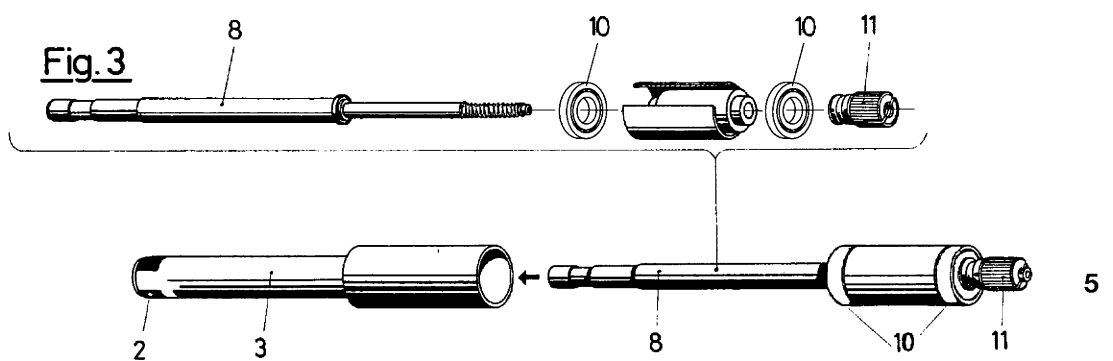

Fig. 3
Sind beim Ölwechsel durch Unachtsamkeit die Kugellager verschmutzt worden, müssen diese demontiert (siehe Fig. 3) und in reinem Benzin gesäubert werden (keine anderen Reinigungsmittel verwenden).
Sollen nach längerer Benutzung des Meßflügels die Kugellager ausgetauscht werden, ist dies ebenfalls nach Fig. 3 vorzunehmen. Danach Mutter (11) richtig aufsetzen und fest anziehen. Zu diesem Zweck Stahlachse (8) am besten nach Fig. 3 im Flügelkörper (1) festhalten. Nach dem Zusammenbau sind die Kugellager von dem anhaftenden Schutzfett mit reinem Benzin zu säubern.